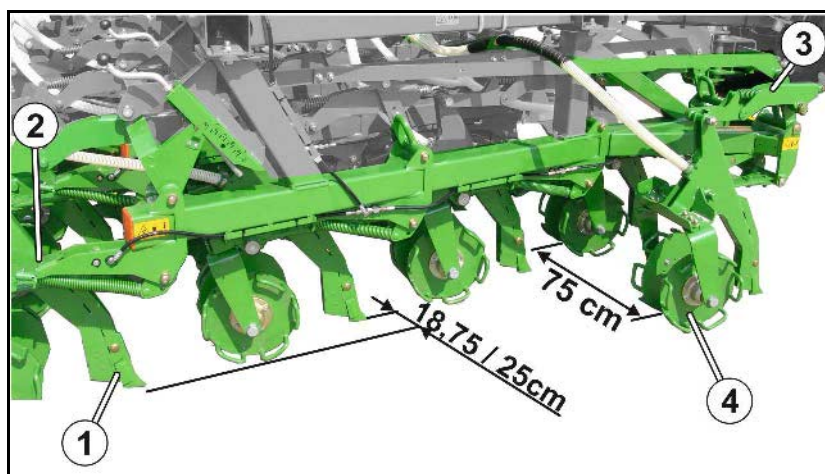

Рис. 39
Долотообразные сошники (Рис. 39/1) расположены в 4 ряда друг за другом со смещением. Таким образом, расстояние между соседними сошниками составляет 75 см. Расстояние между рядами – 18,75 см.
- существует возможность уклонения в горизонтальной плоскости благодаря нижней тяге из пружинной стали (Рис. 39/2);
- существует возможность уклонения в вертикальной плоскости с помощью изгибающейся верхней пружинной стальной тяги (Рис. 39/3).
Глубина заделки посевного материала определяется регулировкой глубины долоотообразных сошников (Рис. 39/1). Установленная глубина передается на расположенные за долоотообразными сошниками двойные диски (Рис. 39/4).